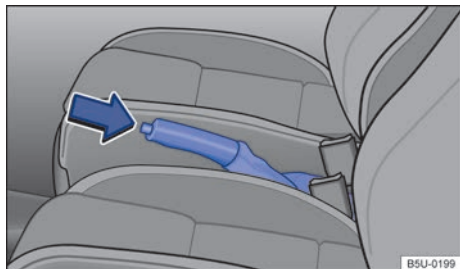

Fig. 110 Entre los asientos delanteros: palanca del freno de estacionamiento.
- Tirar de la palanca del freno de estacionamiento hacia arriba con la tecla de bloqueo presionada → **fig. 110** (flecha).
- Tirar de la palanca del freno de estacionamiento un poco hacia arriba y presionar la tecla de bloqueo → **fig. 110** (flecha).